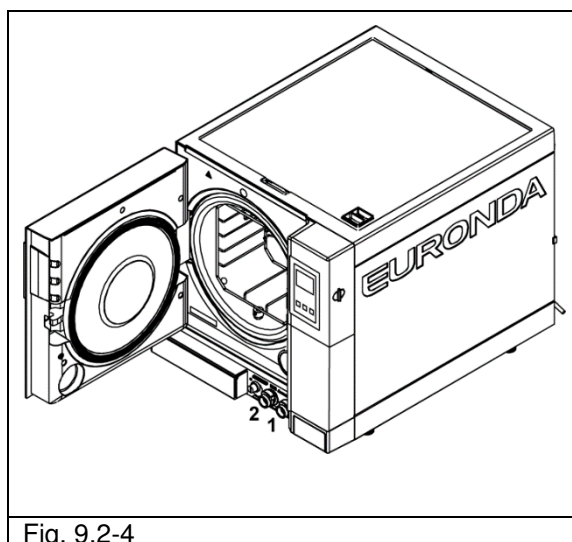

Fig. 9.2-4
1. Svuotare il serbatoio dell'acqua pulita: inserire l'estremità raccordata del tubo in dotazione sul raccordo in basso sul frontale (1 di Fig. 9.2-4) e l'altra estremità in un recipiente vuoto.
2. Svuotare il serbatoio interno di raccolta dell'acqua usata: inserire il tubo trasparente in dotazione all'apparecchio sul raccordo in basso sul frontale (2 di Fig. 9.2-4) e l'altra estremità in un recipiente vuoto.